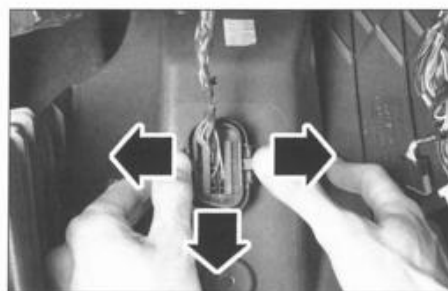

FIG. 41
- el conector de diagnóstico de la tapa inferior de columna de dirección (fig. 41).